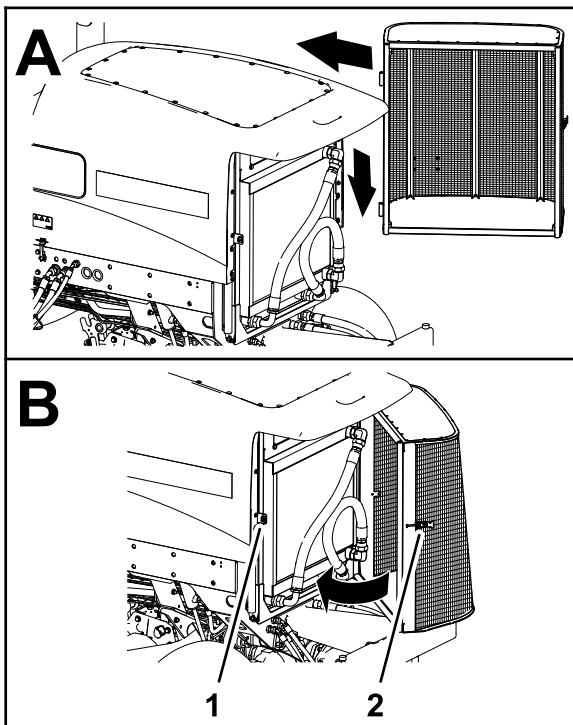

Figure 147
8. Accrochez la grille sur les axes d'articulation (Figure 147).